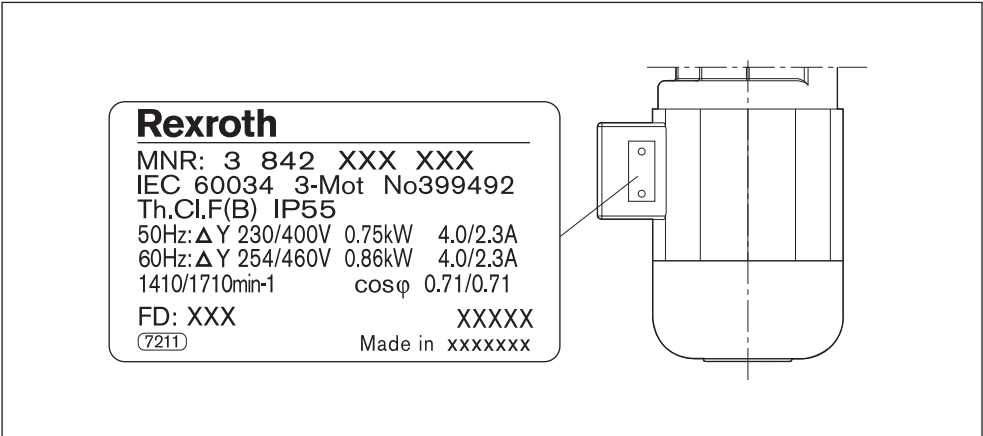

Fig. 9 : Plaque signalétique du moteur (exemple)
- Respectez les données de raccordement électrique indiquées sur la plaque signalétique du moteur, voir Fig. 9 à la page 21.